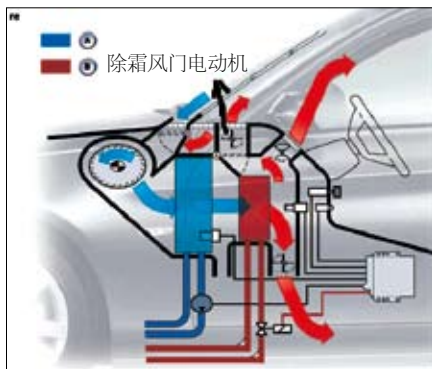

图3 除霜风门电动机
3. 同时发现前挡风玻璃的除霜风口长开, 温度高时会出暖风。检测该风门电动机(图3)供电正常, 但是打开除霜开关电动机没有反应, 查看该电动机的零件号安装在后座区风门, 检查后座区的电动机刚好和该电动机对调。对调后, 除霜功能恢复。除霜是在暖风运行模式下, 空气分配和调节器计算的主要功能。通过除霜按钮激活除霜功能, 当车外温度降到 10°C 以下时, 水阀被强制开启; 当车外温度高于 10°C 时, 驾驶员侧和前座乘客侧的标准温度值升高 1°C , 热交换器标准值至少达到 30°C 。